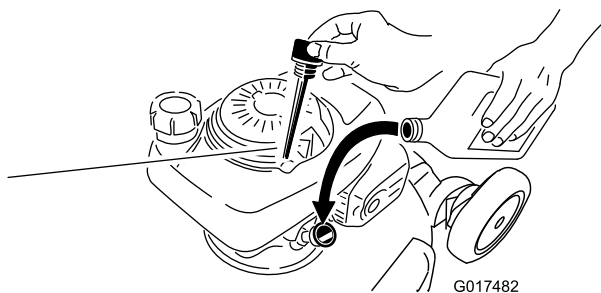

Figura 6
1. Retire la varilla (Figura 6).
2. Vierta aceite **lentamente** por el tubo de llenado de aceite, comprobando el nivel con la varilla de vez en cuando, hasta que la varilla indique que el motor está lleno, tal como muestra Figura 6. Después de añadir aceite, espere 3 minutos antes de comprobar el nivel de aceite con la varilla. **No llene demasiado.** (Capacidad máxima: 0,58 cuartos de galón o 18,6 onzas (0,55 l), **tipo: aceite detergente SAE 30** con clasificación de servicio API de SH, SJ, SL o superior.)